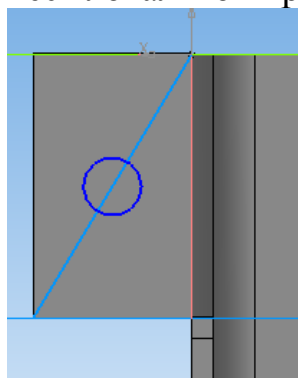

Рис. 12.
30. Постройте окружность с радиусом 2,75 мм, привязав ее центр к середине отрезка. Воспользуйтесь локальной привязкой *Середина* (рис. 12).